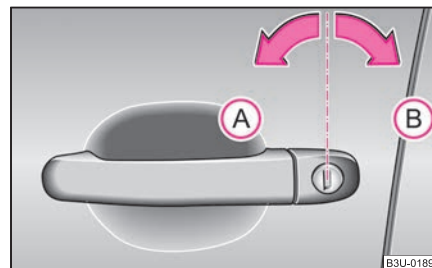

Fig. 22 Sensi di rotazione della chiave per l'apertura e la chiusura
- Ruotare la chiave nella serratura della porta lato guida in senso antiorario fino alla posizione di apertura (A) ⇒ fig. 22.
- Ruotare la chiave nella serratura della porta lato guida in senso orario fino alla posizione di chiusura (B ⇒ pag. 35, fig. 22).